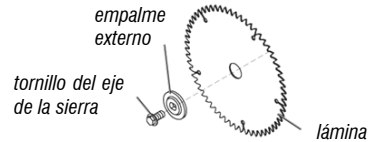

Fig. 11 – Extracción de la lámina
1. Remueva el tornillo del eje de la sierra, el empalme externo y la lámina. No remueva el empalme interno de la máquina (fig. 11);